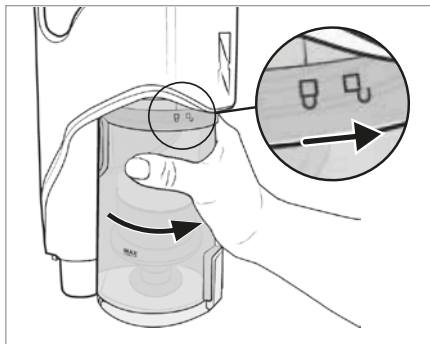

Fig. 25
- 8) Așezați recipientul de praf **7** din nou în aparat și rotiți-l în direcția simbolului **🔒** (închidere), până când se fixează în aparat (a se vedea fig. 25).